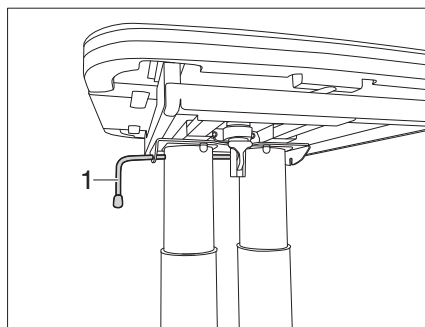

Fig. 106 Bloccaggio del tavolo
- Ruotare la leva di serraggio (Fig. 106,1) in senso antiorario. Il bloccaggio è aperto.
- Ruotare la leva di serraggio (Fig. 106,1) in senso orario. Il tavolo di sollevamento è bloccato.